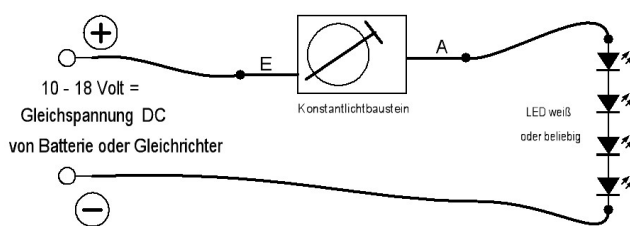

Bild 3: Anschlussplan mehrfache LEDs für den Konstantlicht Baustein DC, 7201
9. Weiter kann nicht nur eine LED angeschlossen werden, es können mehrere sein, siehe Bild 3, in Reihenschaltung oder auch parallel geschaltet (ohne Bild)